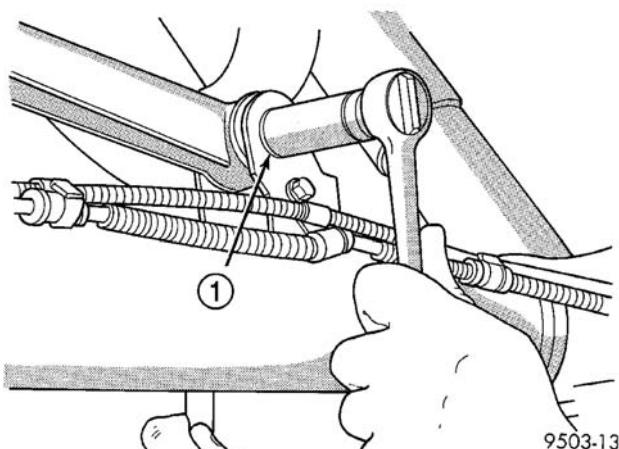

图 41 将推力杆固定到后桥 (典型)
(1) 拆卸将推力杆固定到后桥上的螺母和螺栓 (图 41)。
(2) 将推力杆安装到后桥的固定支架上 (图 41)。安装推力杆螺栓，螺栓头要朝向车辆的后部。不要拧紧。
(3) 将车辆降至地面，直至整车重量由车轮支撑。紧固两个推力杆连接螺栓至 $95 \text{ N} \cdot \text{m}$ (70 ft.lbs.) 的扭矩。